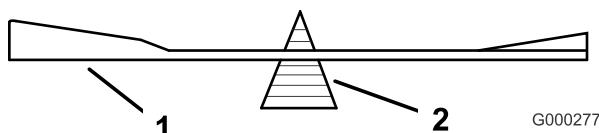
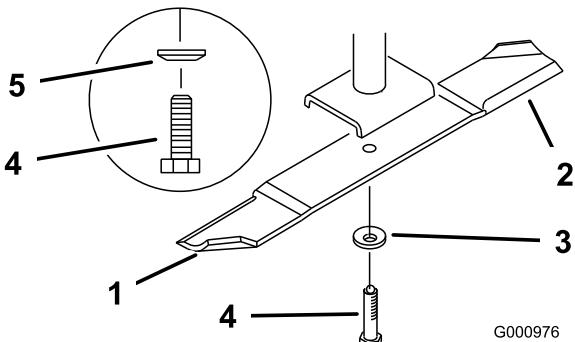

Figura 71
Figura 72
2. Verifique el equilibrio de la cuchilla colocándola sobre un equilibrador de cuchillas (Figura 71). Si la cuchilla se mantiene horizontal, está equilibrada y puede utilizarse. Si la cuchilla no está equilibrada, rebaje algo el metal en la parte de la vela solamente (Figura 72). Repita este procedimiento hasta que la cuchilla esté equilibrada.
1. Instale la cuchilla en el eje (Figura 72).
2. Instale la arandela de muelle y el perno de la cuchilla. El cono de la arandela de muelle debe estar orientado hacia la cabeza del perno (Figura 72).